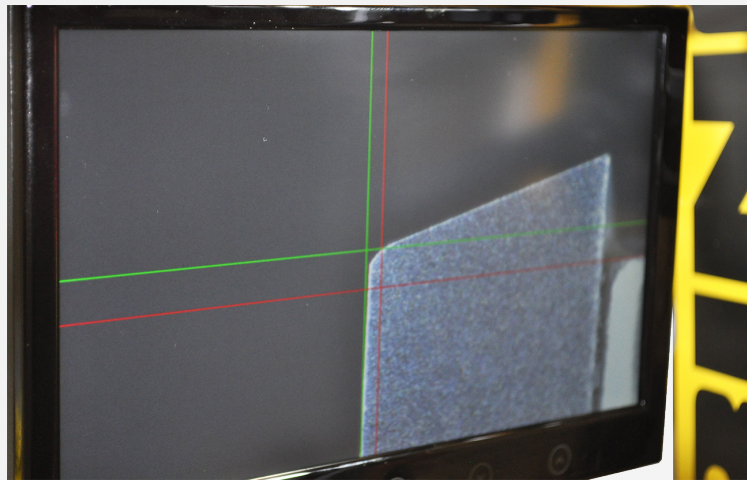

图 16：检查刀片的轴向终端位置
3. 检查刀片是否仍然位于所需的轴向终端位置。刀片应位于红色垂直线与绿色水平线的交点上（见图16）。